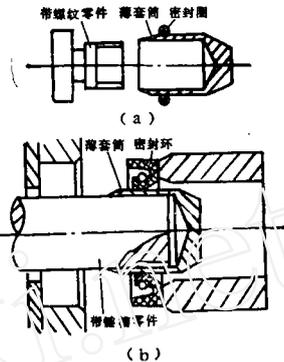

图 3
(3) 密封件经过零件的螺纹、锐边与键槽等部位时,应有专用的薄套筒套在这些部位上进行装配,如图3所示。